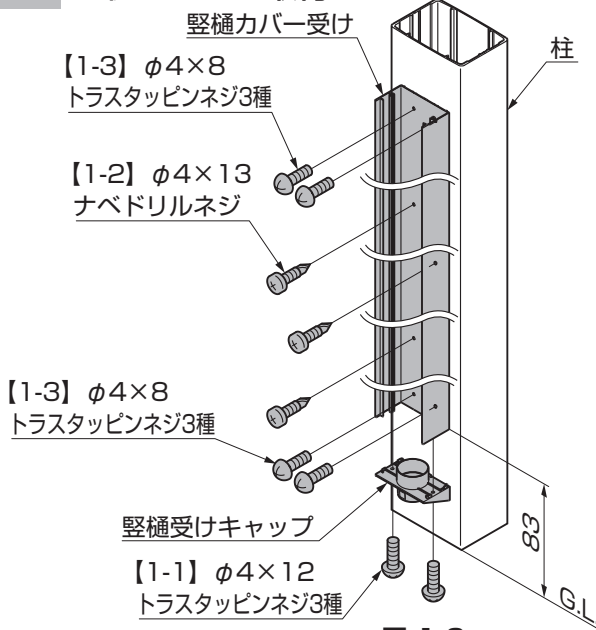

図 1-9
- ① 縦樋受けキャップを縦樋カバー受けに【1-1】で取付けてください。(図1-9参照)
- ② 縦樋カバー受けを【1-2】および【1-3】で柱に取付けてください。(図1-9参照)